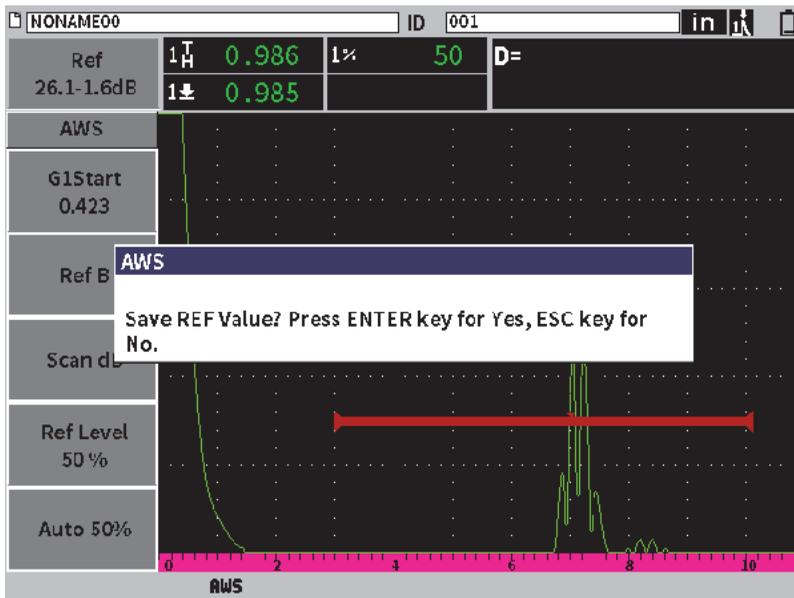

Figure 11-26 Boîte de dialogue AWS du paramètre Réf B
9. Appuyez sur la touche de tabulation pour sélectionner le paramètre **Réf B**, puis sur la touche d'entrée pour régler la valeur **Réf B** pour effectuer l'inspection AWS (voir Figure 11-26 à la page 210).